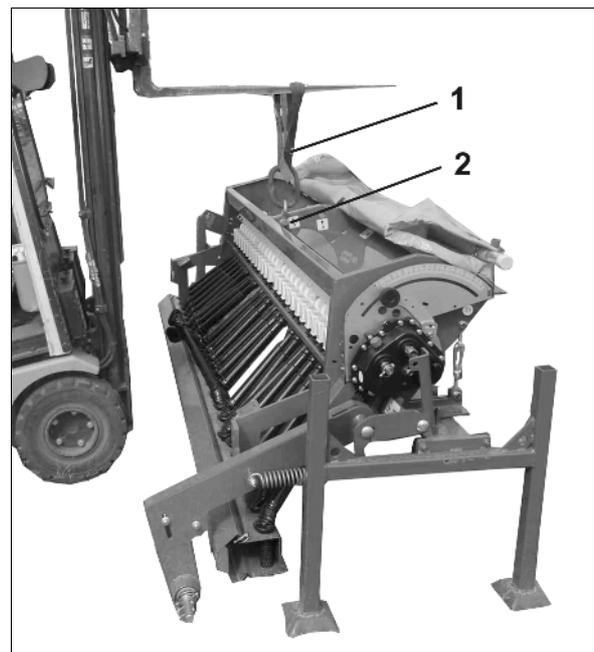

Fig. 17
3. Sécurisez la machine avec la sangle de levage (Fig. 17/1) du dispositif de levage.
Utilisez les emplacements de levage marqués (Fig. 17/2) sur la machine !